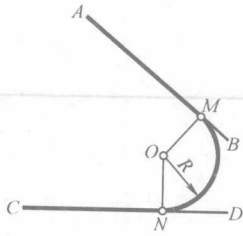

图 1-3 两直线间的圆弧
3) 以交点  $O$  为圆心,  $R$  为半径, 在两切点  $M$ 、 $N$  之间画连接圆弧, 即为所求的连接圆弧, 如图 1-3 所示。